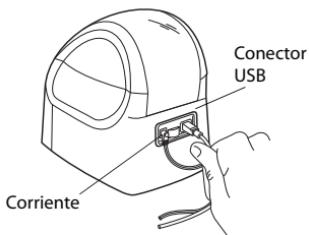

Figure 5
- 2 Conecte el adaptador de corriente al conector de alimentación en la parte de atrás de la impresora. Véase Figure 5.
- 4 Conecte el cable USB al puerto USB en la parte de atrás de la impresora. Véase Figure 5.